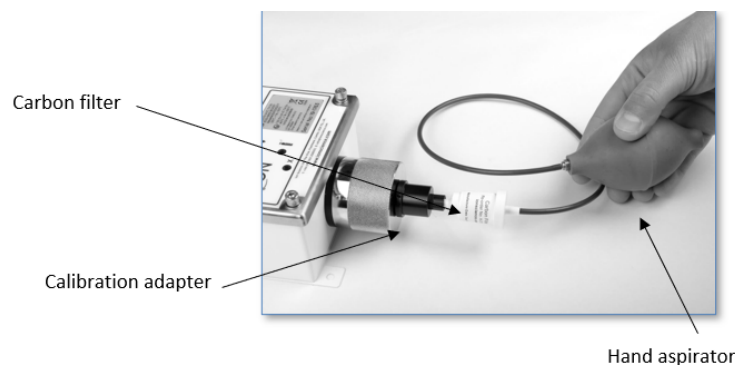

Figura11
3. Inserire l'adattatore di calibrazione nel cappuccio del sensore e collegare il filtro a carbone all'adattatore di calibrazione. Il filtro a carbone deve essere collegato all'aspiratore manuale (vedere Figura11).